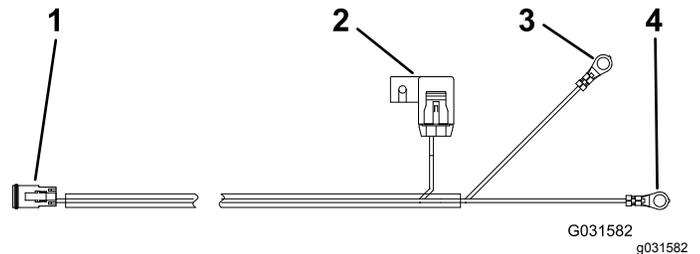

図 5
**注** 別の方法として、キットを直接バッテリーに接続する車両のヒューズブロックにでなくことも可能です。その場合、キットに入っているバッテリー用ハーネスを使用してください 図 5。